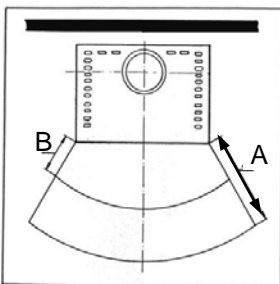

Bild 8
Im Sichtbereich (Strahlungsbereich) des Feuers muss zu brennbaren Bauteilen, Möbel oder auch z.B. zu Dekostoffen ein Abstand von mindestens **80 cm** (A), gemessen ab Vorderkante Feuerraumöffnung eingehalten werden. Der Sicherheitsabstand reduziert sich auf **40 cm** (B), wenn ein belüfteter Strahlungsschutz vor das zu schützende Bauteil montiert wird (Bild 8)